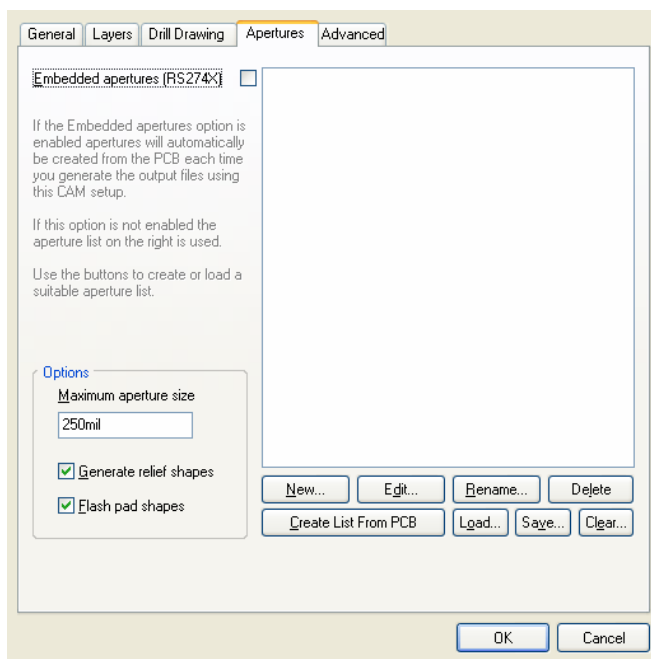

图 9.4 “Apertures” 选项卡
(12) 在 “Drill Guide Plots” 区域中勾选 “Plot all used layer pairs” 复选项，设置绘制所用到的所有层对的导孔图。
(13) 单击 “Apertures” 选项卡标签，打开如图 9.4 所示的 “Apertures” 选项卡，该选项卡用于设置产生 Gerber 文件时建立光圈表的选项。